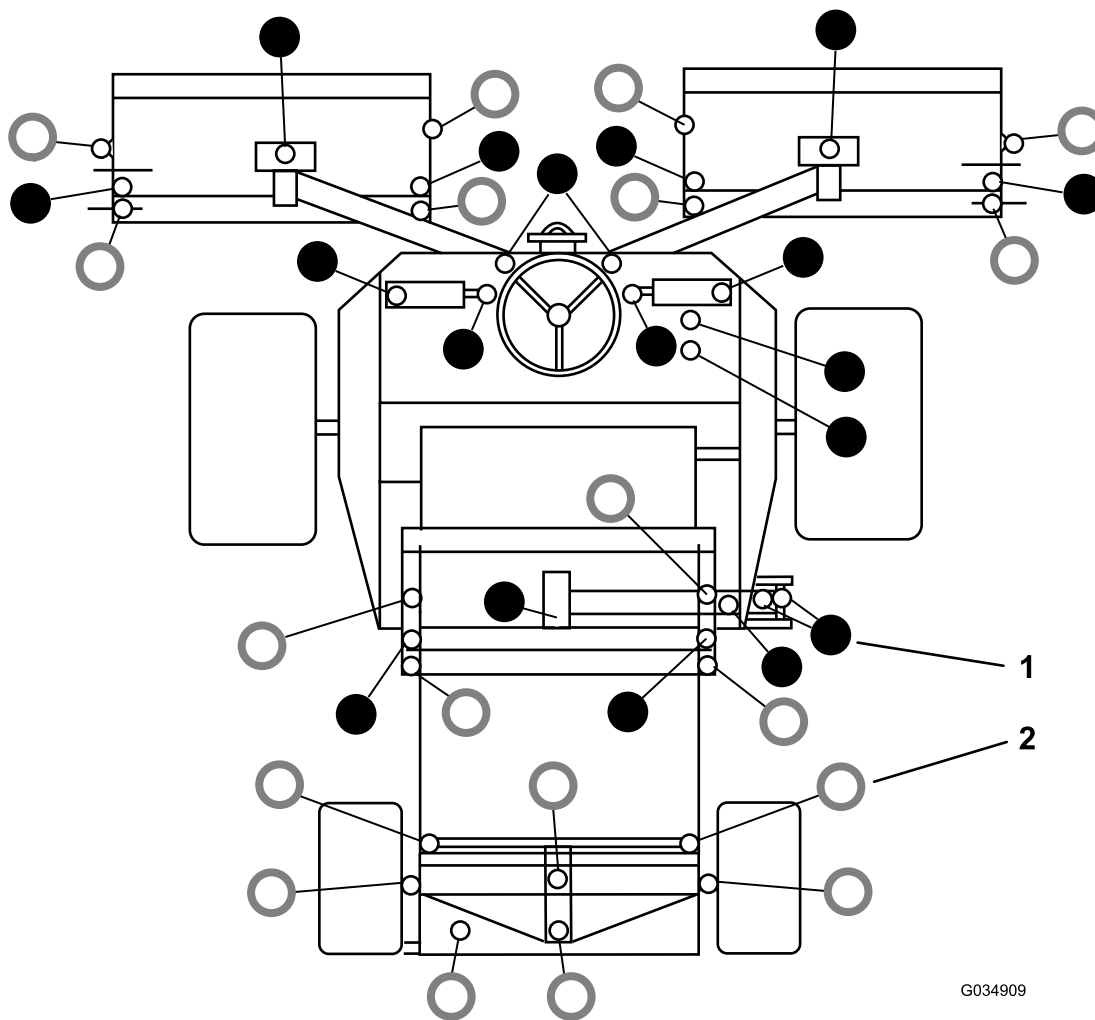

Figure 50
- Voir l'emplacement des graisseurs à la Figure 50.